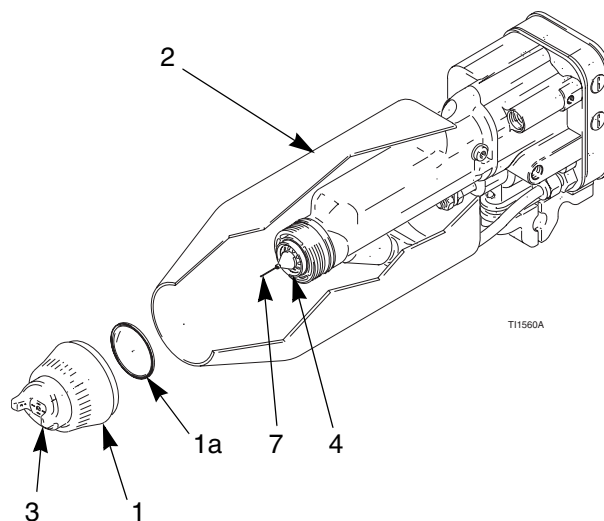

Fig. 13. Pulire il tappo aria e l'ugello del fluido
2. Rimuovere il cappello aria (1, 3) e l'involucro (2). Vedere Fig. 13.
3. Asciugare l'ugello dal fluido (4), l'involucro (2) e l'esterno della pistola con un panno intriso di solvente. Evitare di far passare solvente nei passaggi dell'aria. Ogni volta che è possibile, puntare la pistola verso il basso mentre la si pulisce.
4. Se vi è della vernice all'interno dei passaggi dell'aria dell'ugello (4), rimuovere la pistola per eseguire la manutenzione.
5. Pulire il cappello dell'aria (3) con un pennello a setole morbide e con del solvente oppure immergerlo in un solvente appropriato e pulirlo.